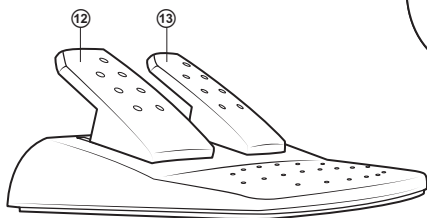

Рис. 3. Блок педалей
- Подключите к устройству блок педалей (рис. 3) с помощью встроенного в блок кабеля к разъему RJ-11 Ⓞ, а потом подключите манипулятор кабелем USB Ⓞ к свободному порту USB компьютера.